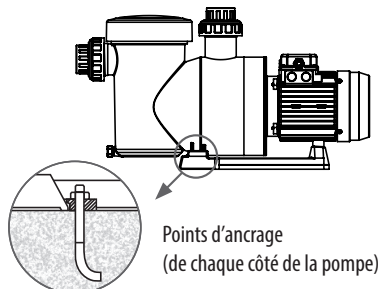

FIGURE 2
- Fixez la pompe au sol à l'aide de boulons pour fondations adéquats. (FIGURE 2).